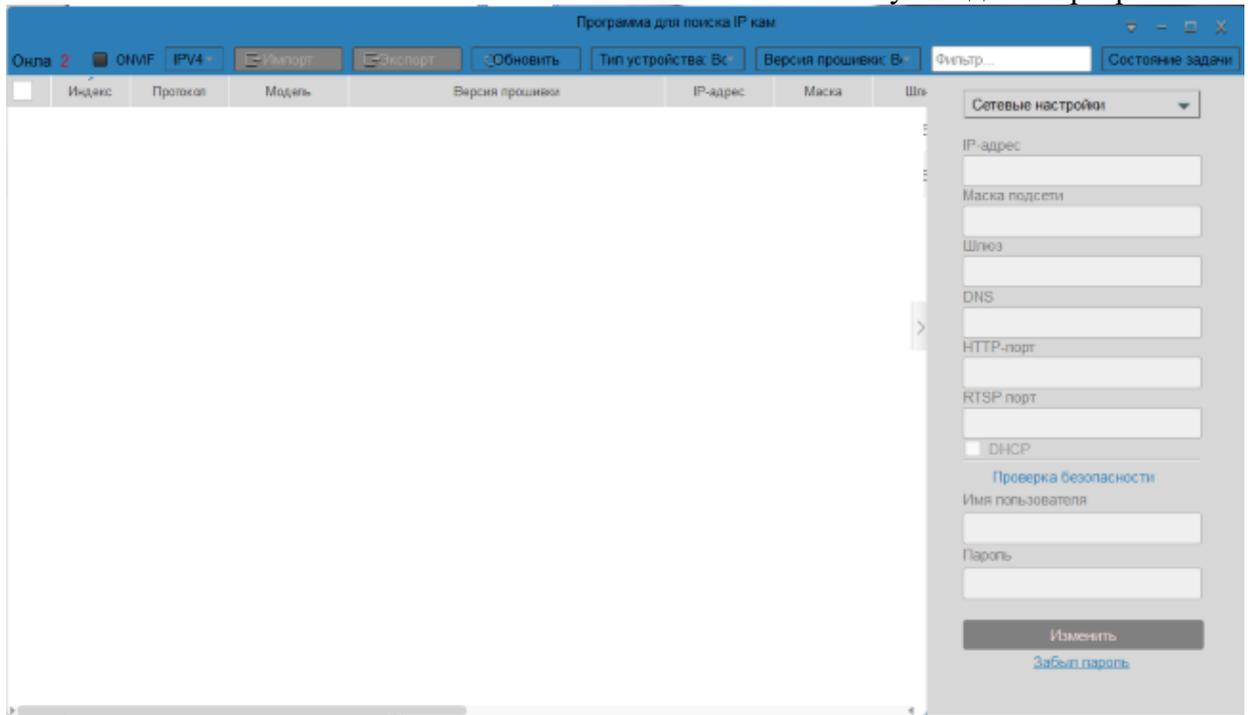

Рисунок 1
2.10. Запустить программу SearchTool, на мониторе появится окно программы (рисунок 1).